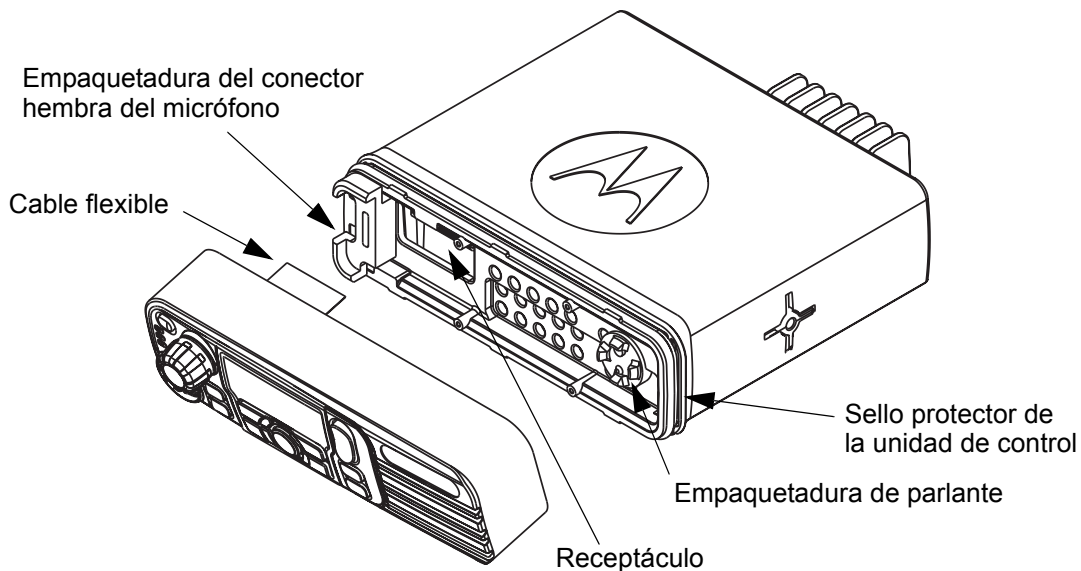

Figura 5-2 Extracción de la conexión del flexible
3. Tire de la unidad de control para separarla del conjunto del radio, como se muestra en la Figura 5-2.
4. Retire el cable flexible del receptáculo en el conjunto del radio como se muestra en la Figura 5-2.